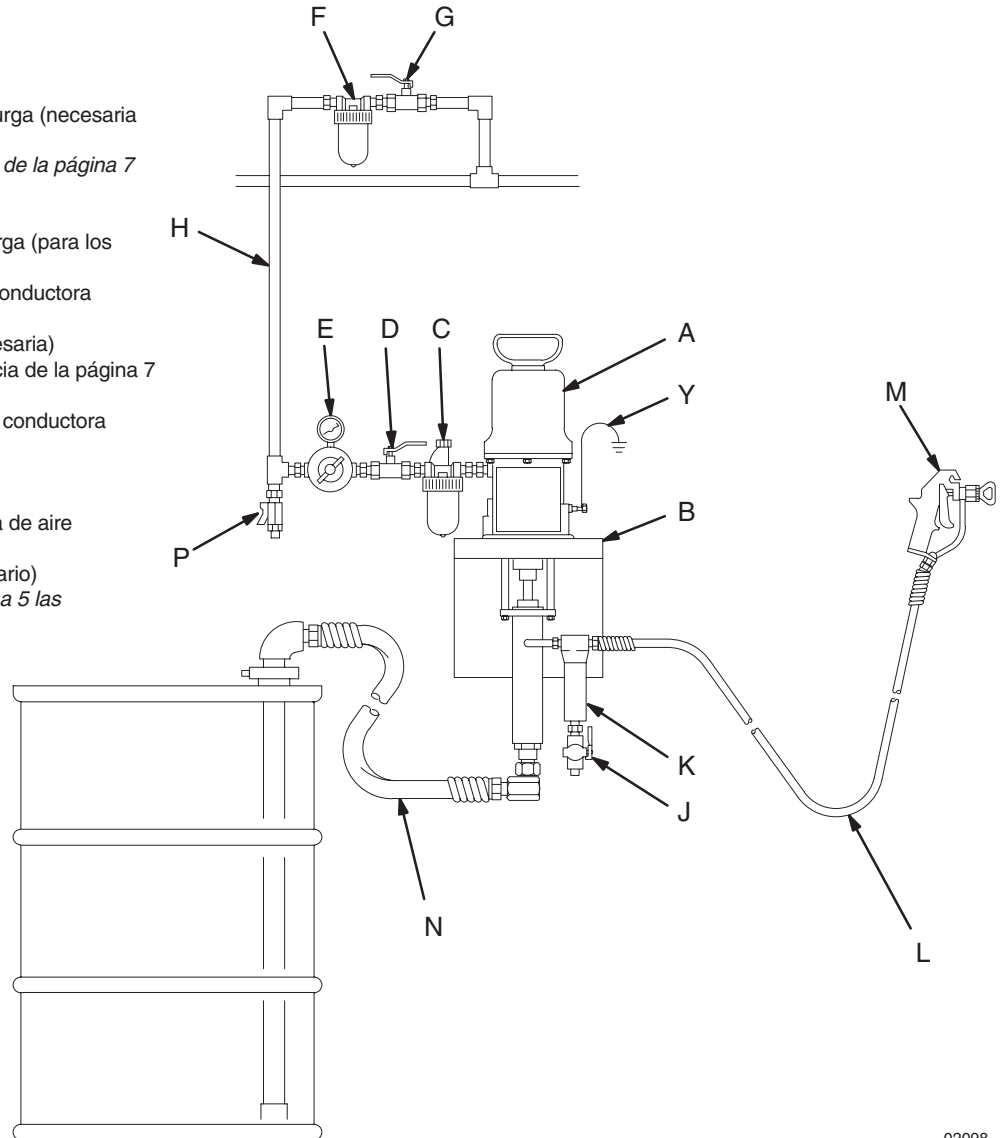

Fig. 2
- La Fig. 2 se ofrece sólo como guía para la selección y la instalación de los componentes y accesorios del sistema. Contacte con su distribuidor Graco para obtener ayuda en el diseño de un sistema adecuado a sus necesidades personales.
Instale los siguientes accesorios en el orden indicado por la Fig. 2, utilizando adaptadores donde sea necesario:
Instale los siguientes accesorios en los lugares indicados por la Fig. 2, utilizando adaptadores donde sea necesario:
Dispensa el fluido. La pistola representada en la Fig. 2 es una pistola de pulverización sin aire.
1. Compruebe que el regulador de aire (E) y la válvula neumática principal de purga (D) están cerradas. Vea la Fig. 2, en la página 6.
2. Conecte una manguera de aspiración (N) a la entrada de fluido de la bomba, o sumerja ésta en un recipiente de abastecimiento de fluido.
3. Sujete firmemente una pieza metálica de la pistola de pulverización (M) contra el borde de una copela metálica con conexión a tierra y dispense la pistola.
4. Abra la válvula neumática principal de purga de la bomba (D).
5. Abra lentamente el regulador de aire (E) hasta que la bomba se ponga en marcha (aprox. 0,28 MPa [2,8 bar]).